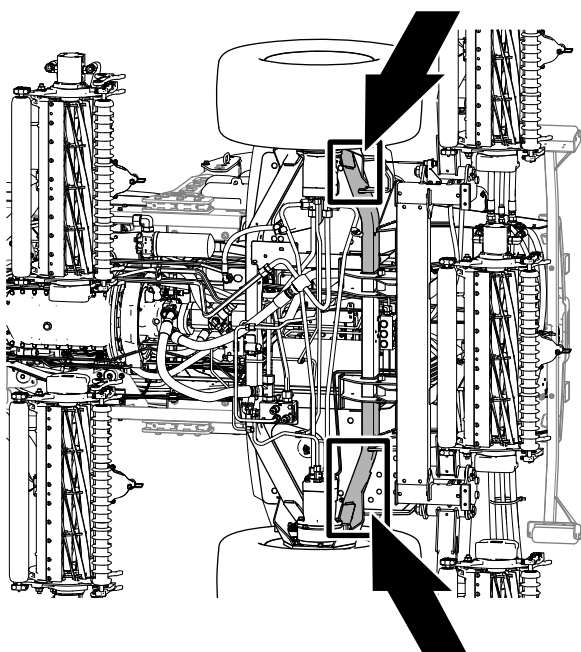

Figure 65
- Avant de la machine – sur le cadre, devant les moteurs d'entraînement des roues (Figure 65).